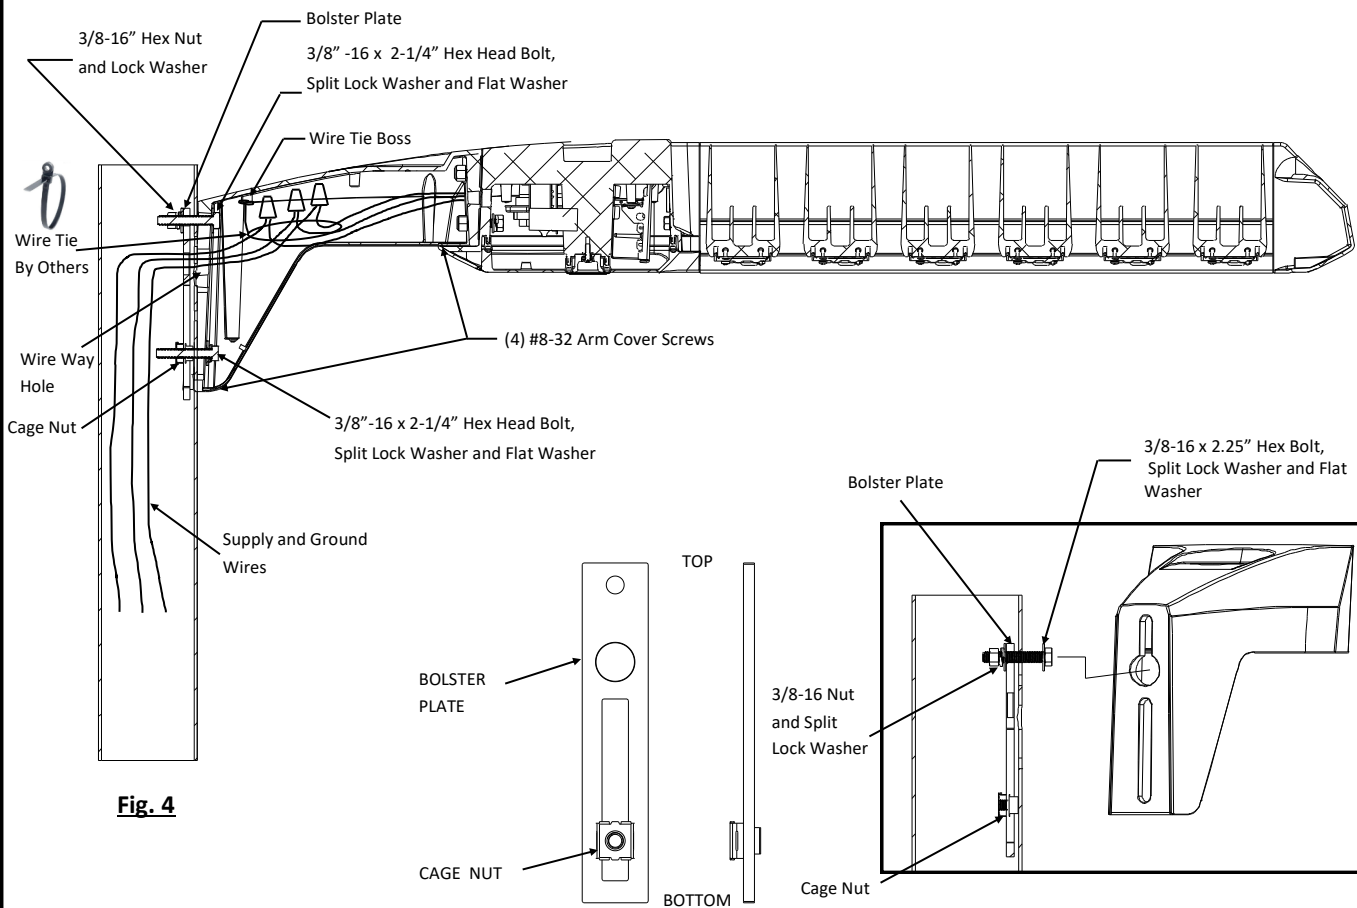

Fig. 4
(screws are captive and will remain on door). **See Fig. 4**
8. Secure the supply wires with a cable tie (provided by others). Wire tie can be secured to boss in arm shown in Fig. 4.
10. Replace arm cover and secure with the (4) captive #8-32 screws.
4. Ouvrez le couvercle du bras de montage en desserrant les vis n° 8-32 (4X) situées au bas du bras de montage. (les vis sont captives et demeureront sur la porte). **Voir Fig. 4**
8. Attachez les fils d'alimentation avec une attache pour fils (fournie par un tiers). Les attaches pour fils peuvent être fixées au pommeau à l'intérieur du bras de montage (voir Fig. 4).
10. Remettez le couvercle en place et fixez les (4) vis captives n° 8-32.